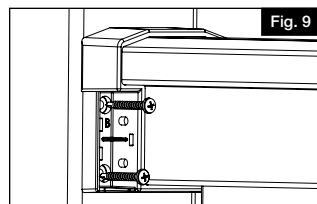

Fig. 9
- c. Serrer les vis jusqu'à ce que le support soit bien ajusté au poteau. On recommande l'utilisation d'une perceuse sans impact avec un réglage d'embrayage pour éviter un serrage excessif (Fig. 9).